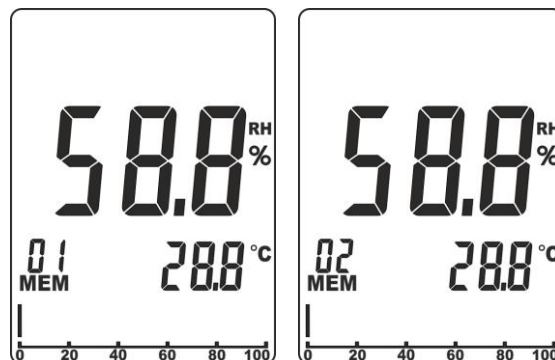

Fig. 3: Guardar os resultados da medição
1. Com o resultado presente no display (ver Fig. 3 – parte esquerda) premir e manter pressionado (>2s) o botão **MEM/ALM** até ouvir um som emitido pelo instrumento
2. O resultado da medição é guardado no espaço indicado na parte inferior do display (ver Fig. 2 – parte 15) e automaticamente o instrumento mostra o espaço seguinte disponível (ver Fig. 3 – parte direita)